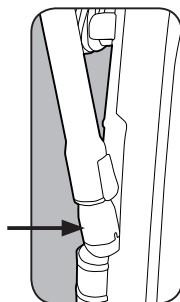

Fig. 1
1. Pour utiliser ces outils de nettoyage, soulevez la poignée du tuyau directement de l'aspirateur (Fig. 1).